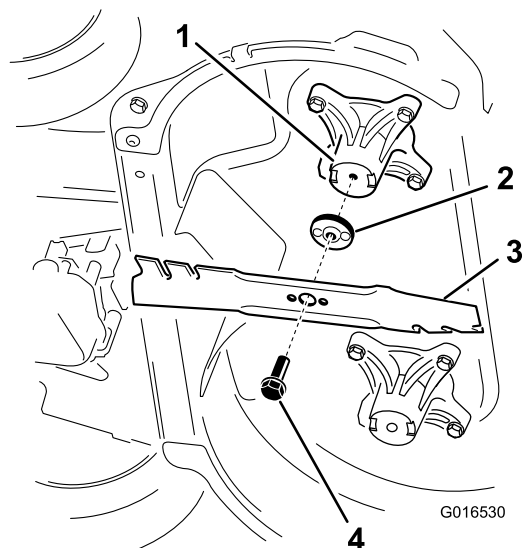

Figura 30
2. Retire cada lâmina como se mostra na Figura 30.
1. Instale a primeira lâmina de forma a que esteja na horizontal, juntamente com todos os dispositivos de montagem como se mostra na Figura 30.